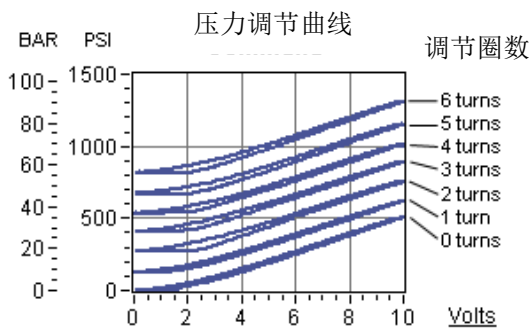

图 3.
- ◇ “L”控制型，它将在没有控制信号的情况下，存在最小的减持输出压力。(这种情况下偏置压力将会增加阀的最大设定值，如图3所示)